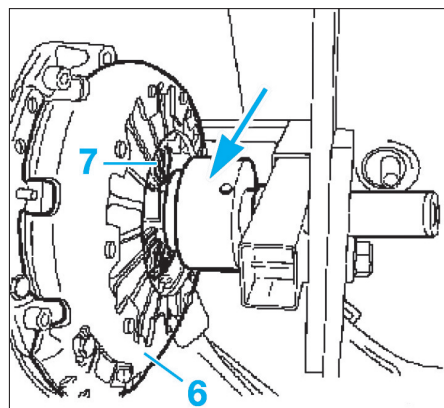

FIG. 2
• Tourner le poussoir (flèche) dans le sens horaire sur les lames (6) du mécanisme (7) jusqu'à ce que le disque d'embrayage soit libre (Fig.2).